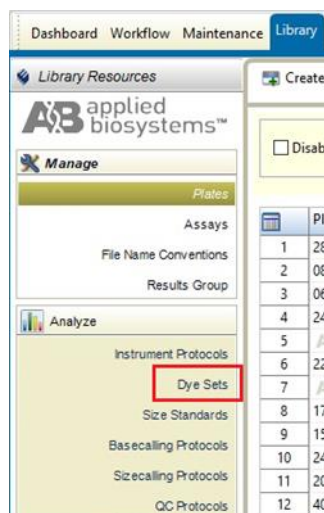

Рисунок 8
3. В разделе «**Analyze**» выбрать вкладку «**Dye Sets**» (рисунок 8).